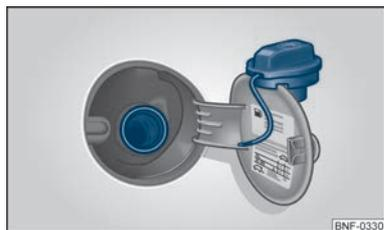

Fig. 89 Sportello serbatoio con tappo a vite
La Vostra vettura può essere alimentata solo con **benzina senza piombo** conforme alla norma **EN 228** (in Germania anche **DIN 51626 - 1** o **E10** per benzina senza piombo con numero di ottani **95 RON** e **91 RON** oppure **DIN 51626 - 2** o **E5** per benzina senza piombo con numero di ottani **95** e **98 RON**). Il numero RON richiesto per il motore è riportato sul lato interno dello sportello del serbatoio ⇒ **fig. 89**.
- Svitare il tappo in senso antiorario ed inserirlo dall'alto sullo sportello ⇒ fig. 89.